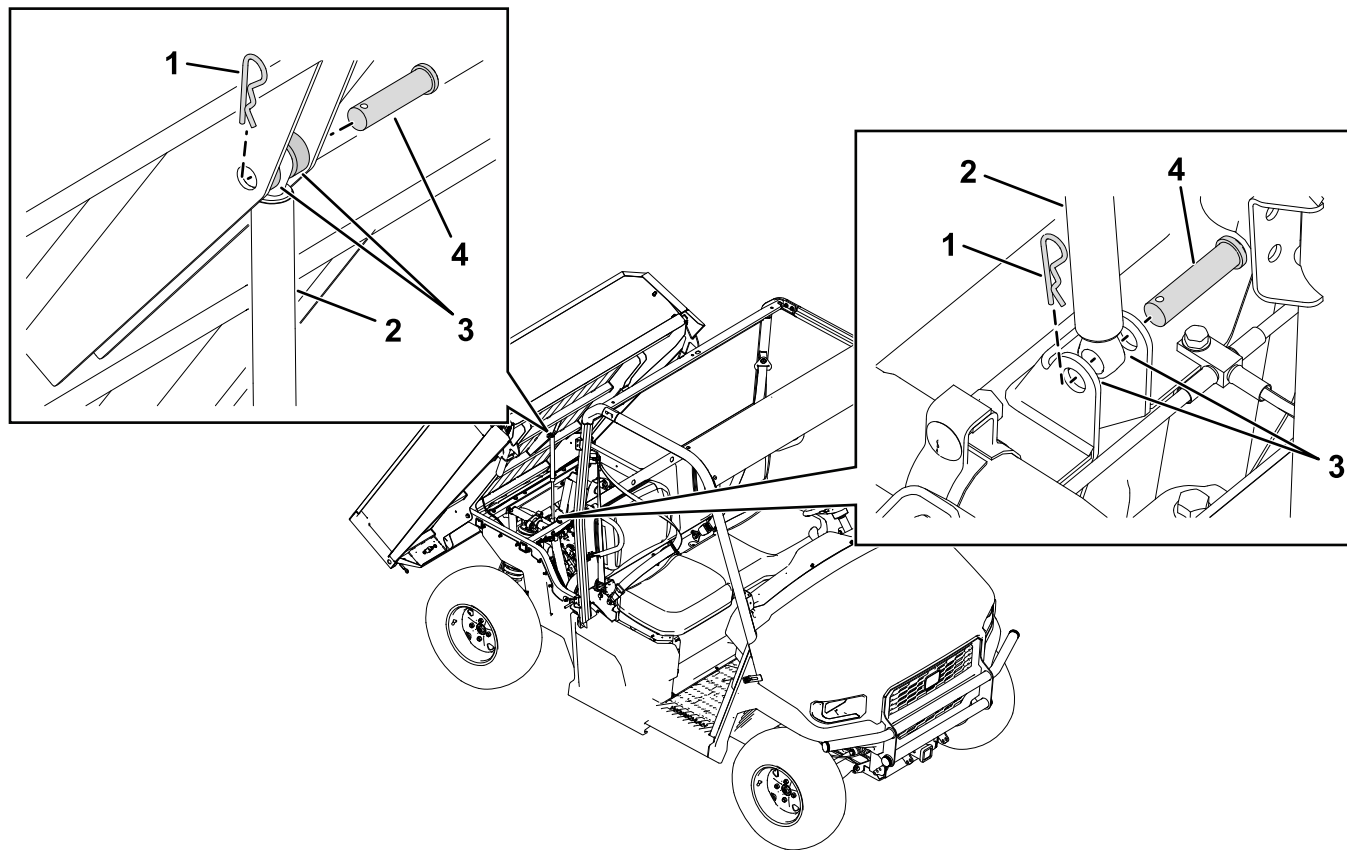

図 5
2. 既存のシリンダを荷台と車両フレームに固定しているクレビスピン、ヘアピンコッター、スペーサを外す 図 5。